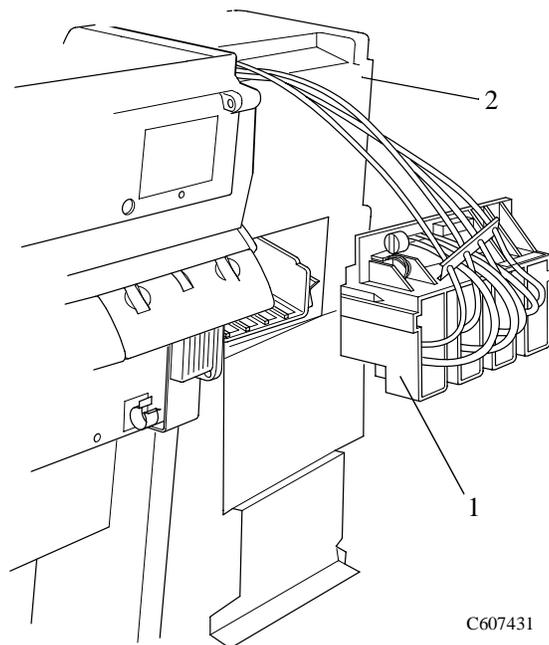

Figura 14: "Ink Cartridge Tube Connector" (jalado hacia afuera)
7. Quite el "ink cartridge tube connector" (ítem 1) de la parte posterior del "cover" del lado izquierdo (ítem 2) y colóquelo con cuidado encima de la Impresora (consulte la Figura 14).